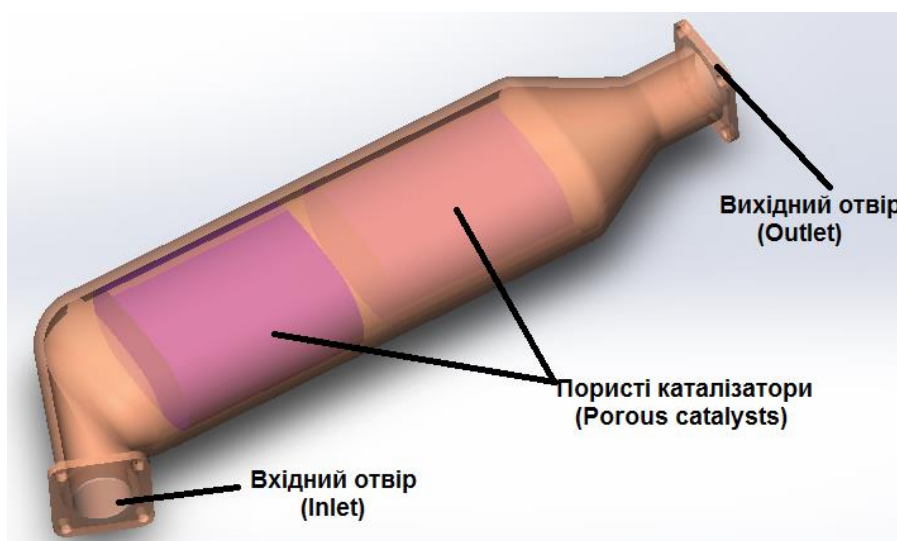

Рисунок 9.1 – Будова частини вихлопної труби із каталізаторами
1. Відповідно до отриманого варіанту завдання в програмному комплексі SolidWorks виконати розрахунок двох типів пористих мас автомобільних каталізаторів (рисунок. 9.1): однонаправленої та ізотропної.
Вихідні данні: Необхідно виконати розрахунок двох типів пористих мас автомобільних каталізаторів: однонаправленої та ізотропної (рисунок. 9.1).